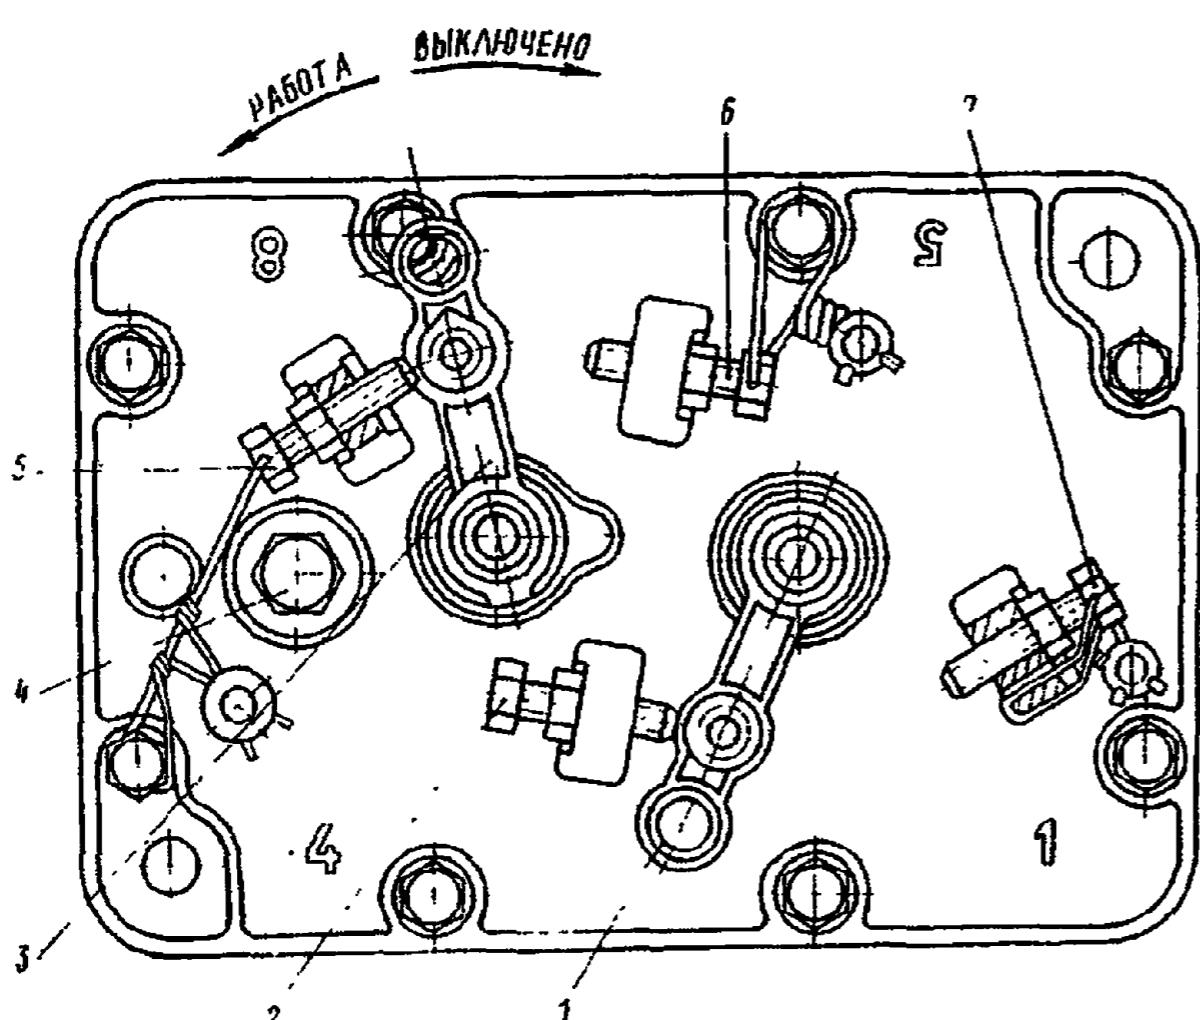

Рис. 106. Крышка регулятора частоты вращения:
13. Установите начало выключения подачи топлива болтом 7 (рис. 106) ограничения максимальной частоты вращения.
15. Проверьте и при необходимости отрегулируйте болтом 5 (см. рис. 106) величину пусковой подачи топлива при упоре рычага управления регулятором в болт 7 ограничения максимальной частоты вращения коленчатого вала.
Приложение. Нажаление в полость насоса подведите через отверстие из-под пробки 4 (см. рис. 106) в крышке регулятора, в муфту опережения впрыскивания топлива — через отверстие из-под винта 13 (см. рис. 87).